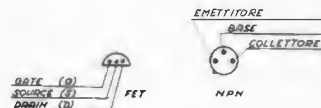

figura 4
- « C270 » (2) condensatori ceramici cilindrici da 270 pF;
- « C 10n » (2) condensatori styroflex da 10 nF
- Q1 transistor FET visto dall'alto; attenzione i collegamenti dei suoi due terminali laterali si presentano rovesciati rispetto alla figura 4, dove il FET è visto, come di regola, dal basso verso l'alto.